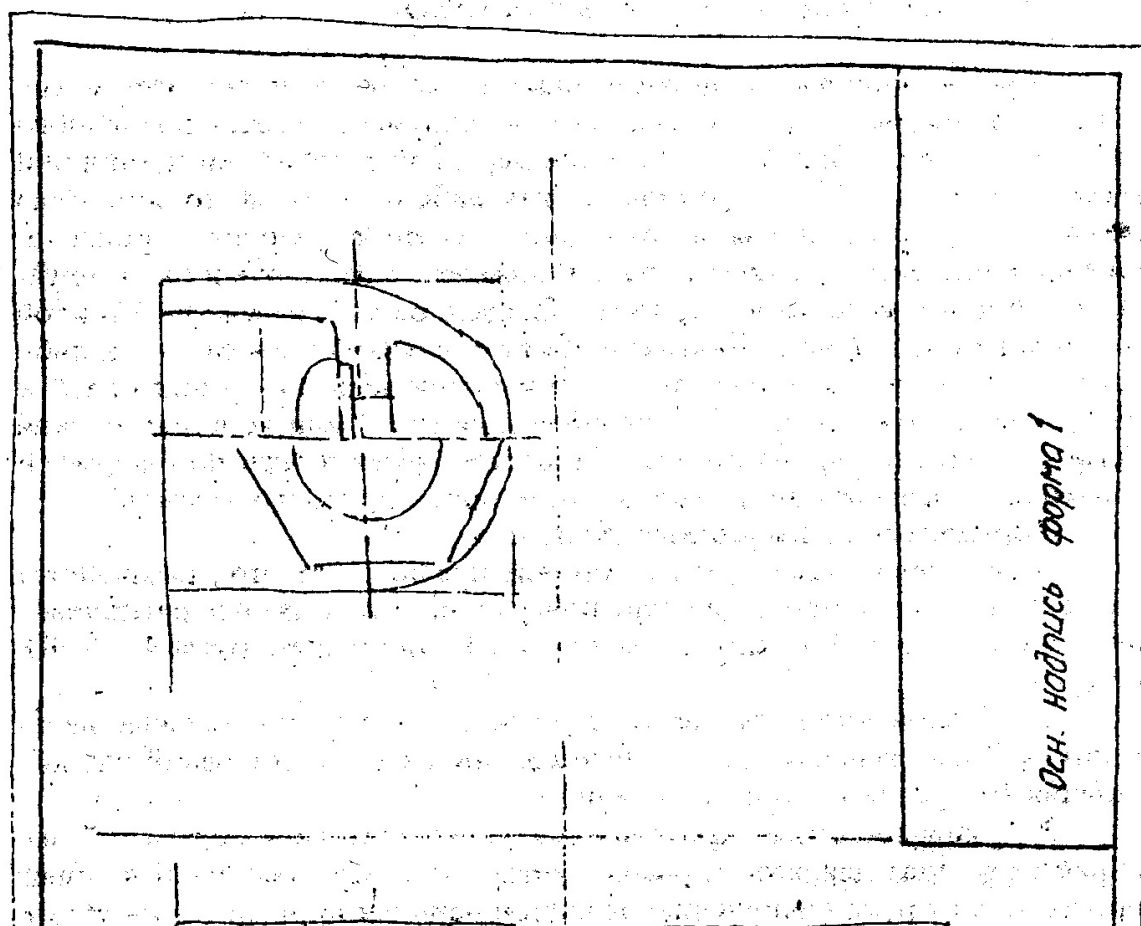

Рис. 13
4) рабочее поле чертежа делится на пропорциональные зоны выбранных изображений, для этого нужно выявить примерные соотношения габаритов детали - длины, высоты, ширины (рис. 13);
5) если деталь обладает осями и плоскостями симметрии, на чертеже нужно нанести оси тонкими штрихпунктирными линиями (см. рис. 13);